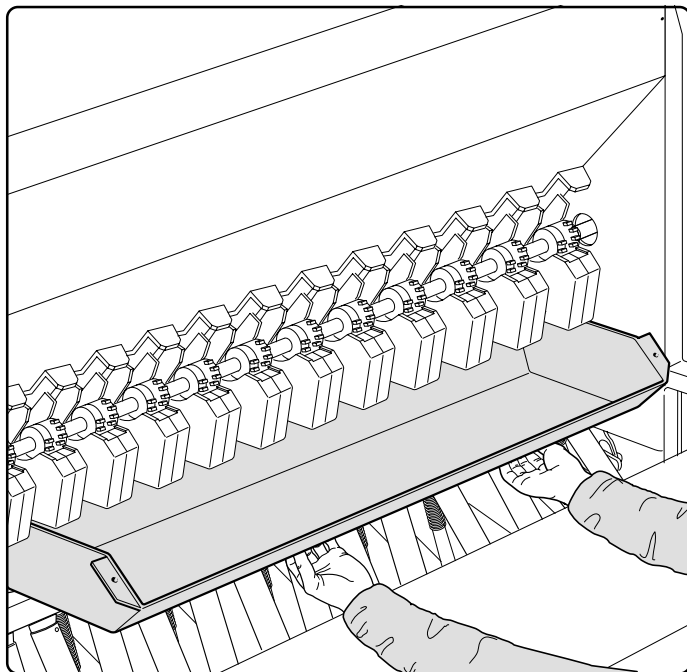

Fig. 28
- sganciare le vasche raccogli semi (Fig. 28) e posizionarle sotto le bocche di uscita semi.
- *Release the seed-holder tanks (Fig. 28) and position them beneath the seed discharge mouths.*
- die Samenbehälter (Abb. 28) aushängen und sie unter die Samenausgangsstutzen stellen.
- *décrocher les cuves à semences (Fig. 28), qui seront positionnées sous les goulots de sortie des graines*
- desenganchar las cubas de recolección de las semillas (Fig. 28) y situarlas debajo de las bocas de salida de las semillas;